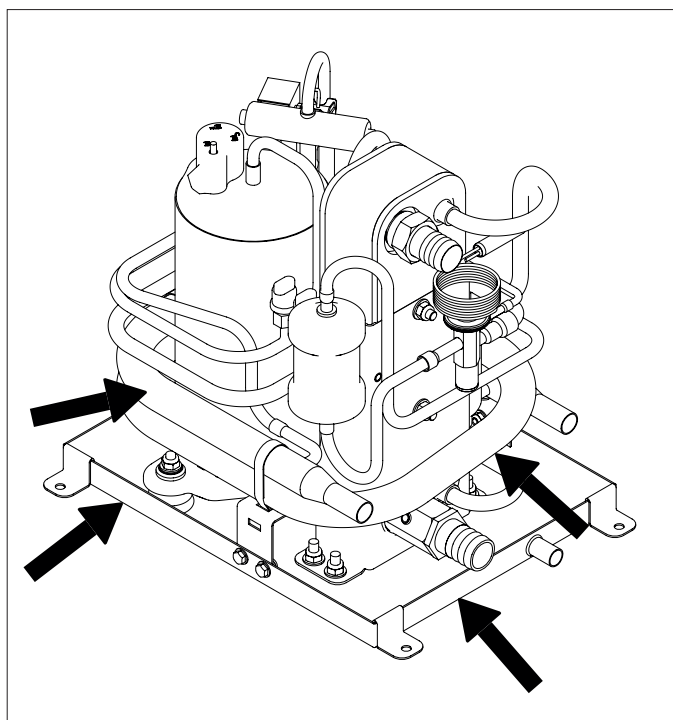

Fig.6 Trasporto dell'apparecchio
- ▶ Per gli impianti pesanti utilizzare sempre un dispositivo di sollevamento con imbracature per il trasporto. V. Fig.6.